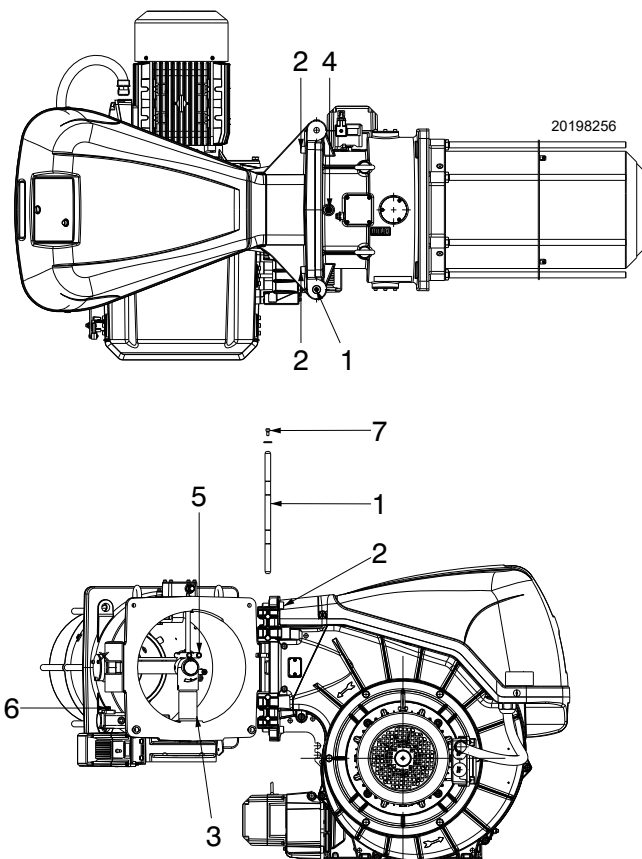

Fig. 15
El quemador sale de fábrica preparado para la apertura hacia la izquierda, manteniendo por tanto el perno 1)(Fig. 15) en su alojamiento.
- A desconectar el conector macho/hembra 6)(Fig. 15) del presostato gas de máxima;
- D abrir el quemador completamente como en Fig. 15;
Para la apertura del quemador por el lado opuesto, antes de quitar el perno 1)(Fig. 15), verificar que los 4 tornillos 2) estén apretados.